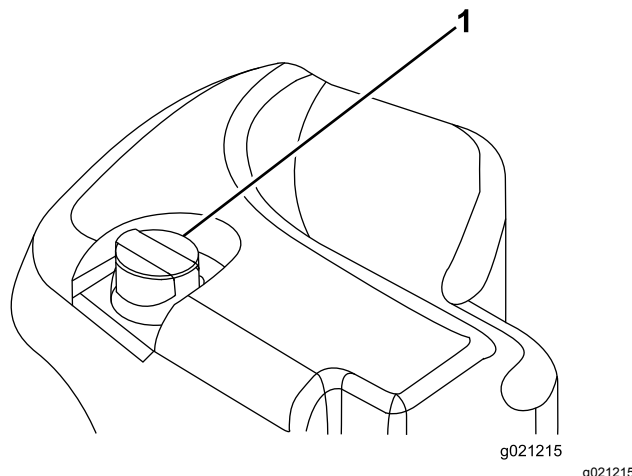

Bild 66
2. Reinigen Sie den Bereich um den Füllstutzen und den Deckel des Hydraulikbehälters (Bild 66).